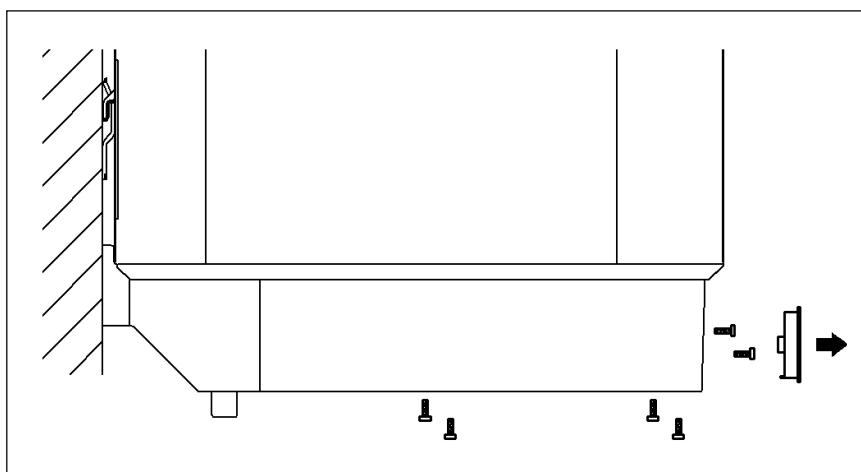

рис. 9
- Снять ручку выбора температуры, вывернуть болты, снять нижнюю крышку (рис.9).